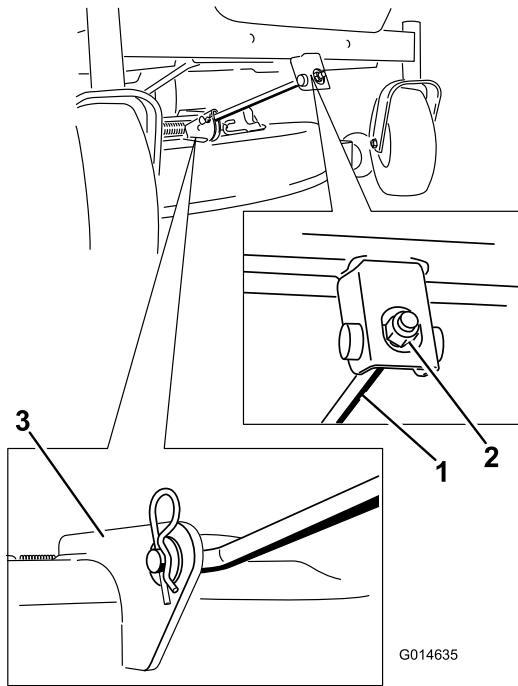

Figura 58
4. Retire el pasador de horquilla de la varilla de soporte delantera y retire la varilla del soporte de la carcasa (Figura 58). Baje cuidadosamente la parte delantera de la carcasa de corte al suelo.
6. Conecte la varilla de soporte delantera a la carcasa de corte con el pasador y la chaveta (Figura 58).